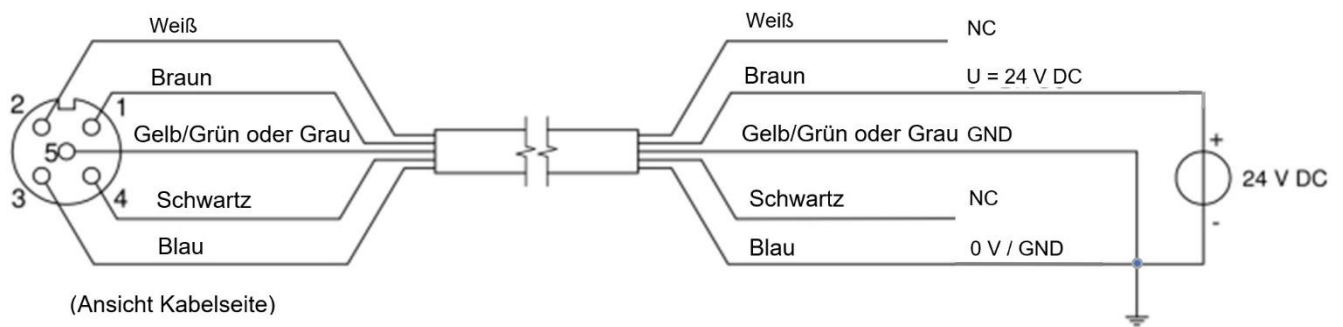

Abbildung 5.1: Verkabelung Speisekabel Blowflex Easy
- Verdrahten Sie das Kabel gemäß Abbildung 5.1 und Tabelle 1